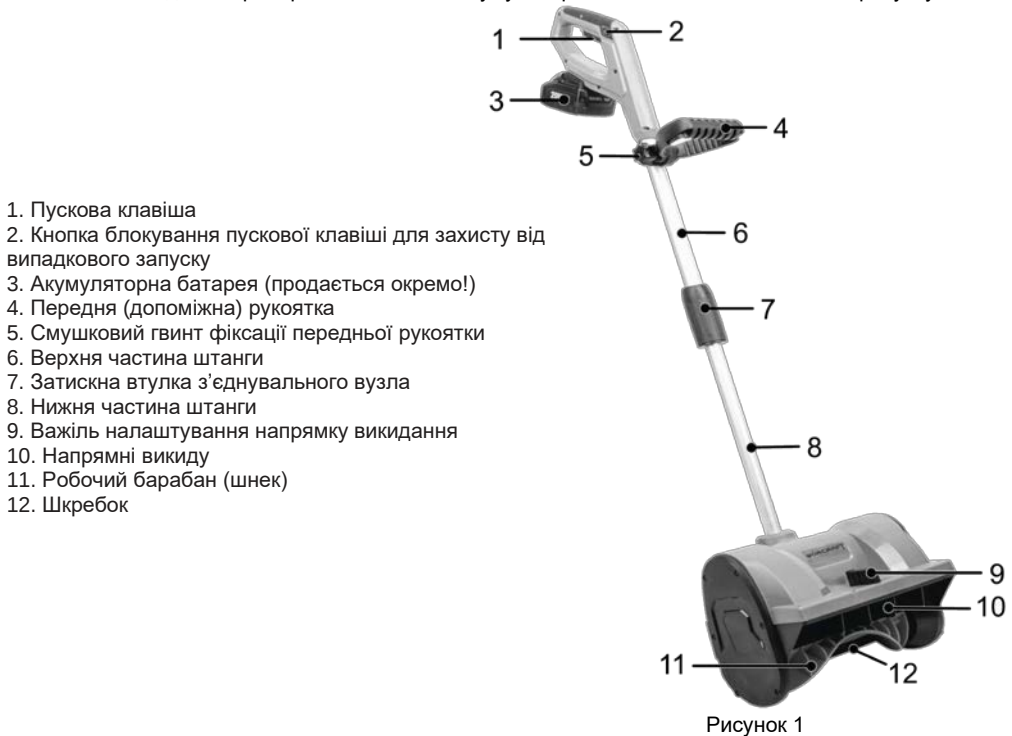

Рисунок 1
- поєднайте верхню частину штанги (6, рисунок 1) з отвором з'єднувального вузла на нижній частині штанги (8, рисунок 1) по відповідним напрямним пазам (дивіться рисунок 2, дія 1);
- після з'єднання частин штанги зафіксуйте їх затискною втулкою (7, рисунок 1), обертаючи її за напрямком руху годинникової стрілки (дивіться рисунок 2, дія 2);
- послабте смушковий гвинт (5, рисунок 1), щоб вивільнити передню рукоятку (дивіться рисунок 3, дія 1);
- перевірте чіткість роботи пускової клавіші (1, рисунок 1) через її короткочасне (2-3 рази) натискання;
- під'єднайте акумуляторну батарею (3, рисунок 1) у відповідне місце основної рукоятки до характерного «клацання» (дивіться рисунок 4), що буде означати надійну фіксацію батареї (для від'єднання акумуляторної батареї натисніть кнопку розблокування на її корпусі та витягніть саму батарею з напрямних основної рукоятки);
- встановіть снігоприбирач на рівній поверхні, щоб робочий барабан (11, рисунок 1) не стикався з нею;
- перевірте роботу виробу (дивіться рисунок 5), спочатку натиснувши кнопку блокування пускової клавіші для захисту від випадкового запуску (2, рисунок 1), а потім і саму пускову клавішу (1, рисунок 1);
- налаштуйте напрямки викидання за допомогою важеля (9, рисунок 1), як це показано на рисунку 6.
4.1.3 Запустіть електродвигун снігоприбирача за допомогою пускової клавіші (1, рисунок 1).